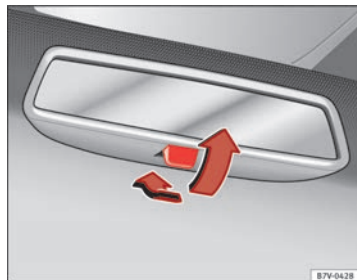

Fig. 71 Retrovisor antideslumbrante manual.
- Para oscurecer el retrovisor, tire de la palanca hacia atrás → fig. 71.